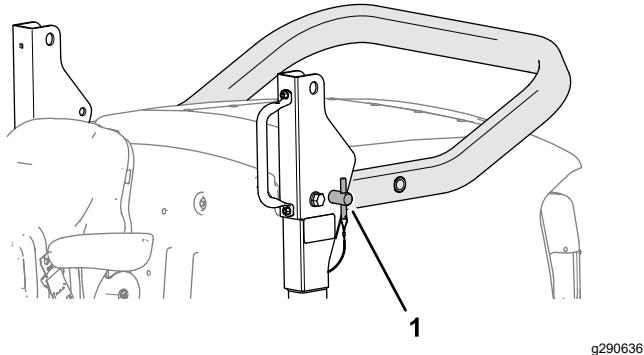

Bild 28
- Entfernen Sie die Überrollbügelstifte aus den Schwenkhalterungen (Bild 28).